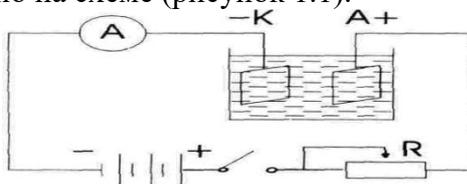

Рисунок 1.1
2.1 Собрать цепь, как показано на схеме (рисунок 1.1).